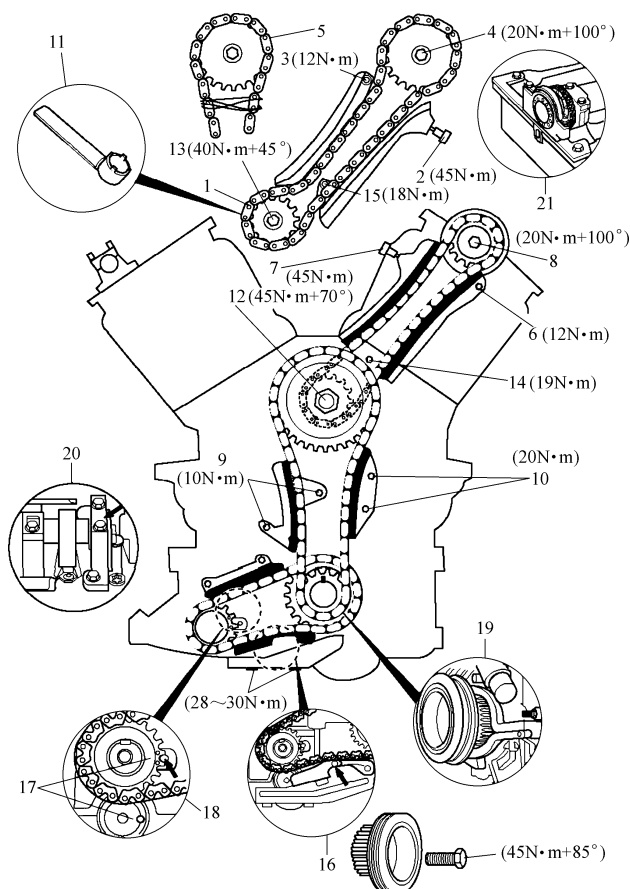

图 10-1 4.0L 发动机正时链条部件识别及紧固力矩
4.0L 发动机正时链条部件识别见图 10-1。
1	把 1 缸活塞设置到上止点位置。注意：右凸轮轴由发动机后部的辅助正时链条（图 10-1 中的 1）驱动
2	拆卸右侧辅助正时链条张紧器（图 10-1 中的 2）
3	拆下右侧辅助正时链条盒螺栓（图 10-1 中的 3）
4	拆下右凸轮轴链轮螺栓（图 10-1 中的 4）。注意：右凸轮轴链轮螺栓是左旋螺纹
5	把辅助正时链条（图 10-1 中的 5）拉到凸轮轴链轮上
6	拆下左侧辅助正时链条盒螺栓（图 10-1 中的 6）
7	拆卸左侧辅助正时链条张紧器（图 10-1 中的 7）
8	拆下左凸轮轴链轮螺栓（图 10-1 中的 8）
9	把辅助正时链条（图 10-1 中的 5）拉到凸轮轴链轮上
12	拆下主正时链条张紧器（图 10-1 中的 9）
13	拆卸主正时链条导向装置（图 10-1 中的 10）
15	安装中间轴后部链轮固定工具（图 10-1 中的 11）
16	拆下螺栓（图 10-1 中的 12）、中间轴前部链轮和主正时链条
17	安装中间轴后部链轮螺栓（图 10-1 中的 13）
18	拆下螺栓（图 10-1 中的 14）和左侧辅助正时链条盒
19	拆下螺栓（图 10-1 中的 15）和右侧辅助正时链条盒
20	用锁止销（图 10-1 中的 16）把平衡轴链条张紧器锁止。注意：不要拆卸平衡轴链轮螺栓
2	使平衡轴上的正时标记和平衡轴链轮上的正时标记对齐（图 10-1 中的 17）
3	用直径 4mm 的销子把平衡轴固定到位（图 10-1 中的 18）
5	拆卸直径 4mm 的销子（图 10-1 中的 18）和锁止销（图 10-1 中的 16）
6	安装右侧辅助正时链条盒和螺栓（图 10-1 中的 15）
7	安装左侧辅助正时链条盒和螺栓（图 10-1 中的 14）
8	安装中间轴后部链轮螺栓（图 10-1 中的 13），不要拧紧
9	安装中间轴前端链轮、主正时链条和螺栓（图 10-1 中的 12），不要拧紧
10	安装主正时链条导向装置（图 10-1 中的 10）
11	安装主正时链条张紧器（图 10-1 中的 9）
12	固定中间轴前端链轮螺栓（图 10-1 中的 12），拧紧中间轴后部链轮螺栓（图 10-1 中的 13），紧固力矩：40N·m
13	安装中间轴后部链轮固定工具（图 10-1 中的 11）
14	拧紧中间轴后部链轮螺栓（图 10-1 中的 13），拧 45°以上